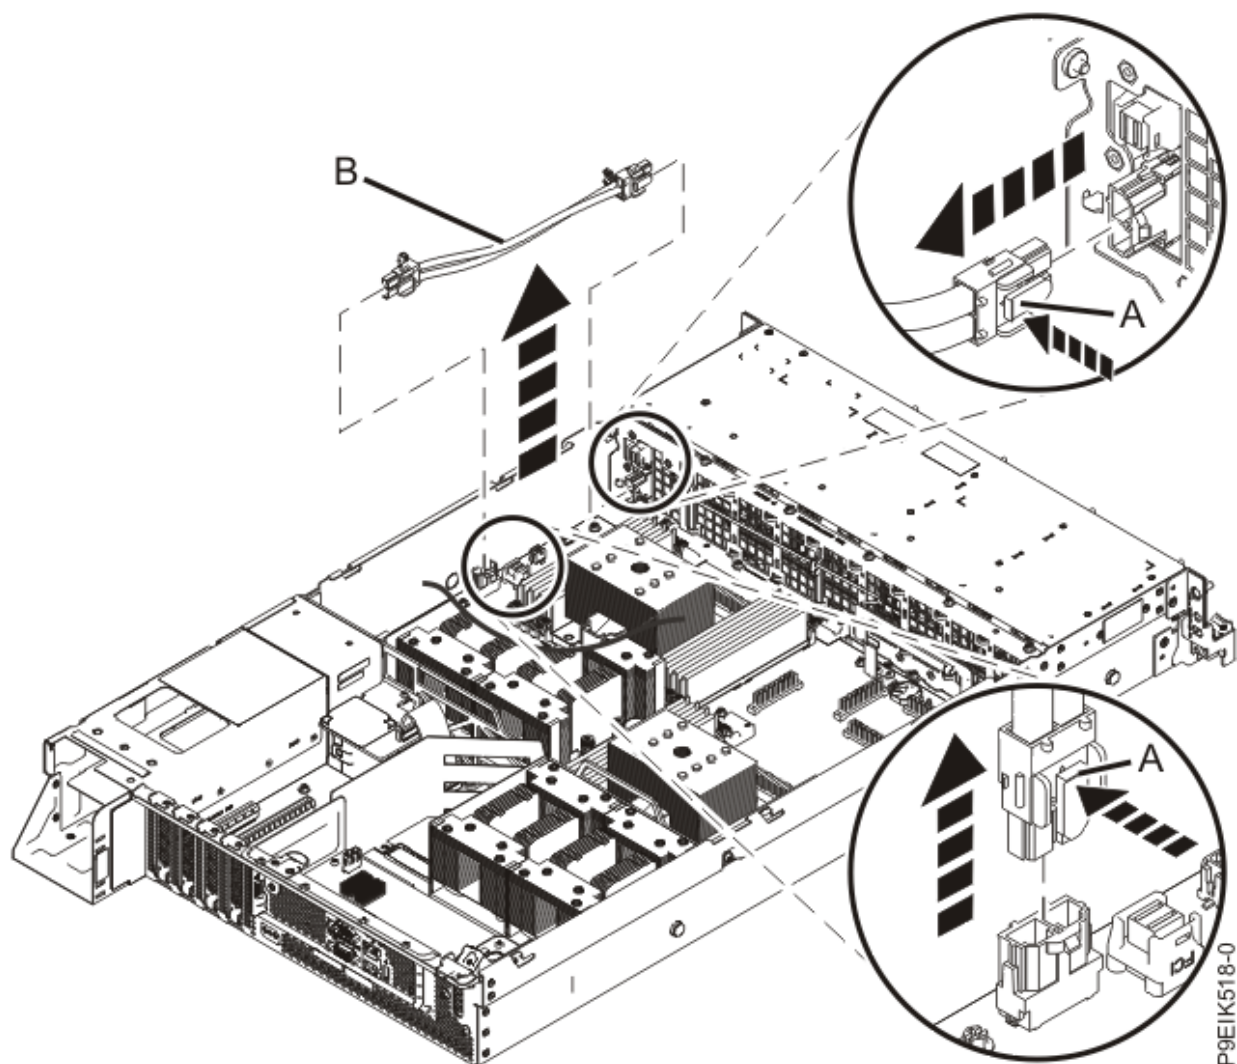

Figure 82. Retrait du câble d'alimentation des ventilateurs du système
3. Saisissez l'extrémité du câble d'alimentation des ventilateurs branchée au connecteur de bus d'alimentation. Voir **(A)** dans la Figure 82, à la page 91.